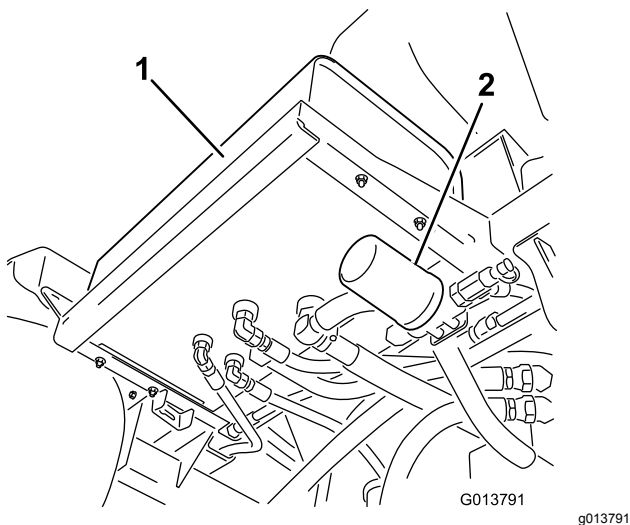
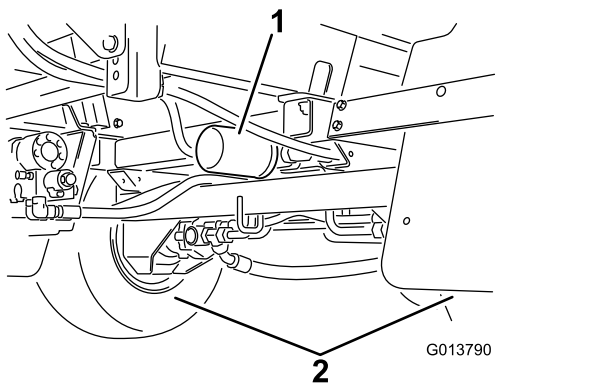

Figure 96
Figure 97
- Localisez les 2 filtres hydrauliques sur la machine (Figure 96 et Figure 97).